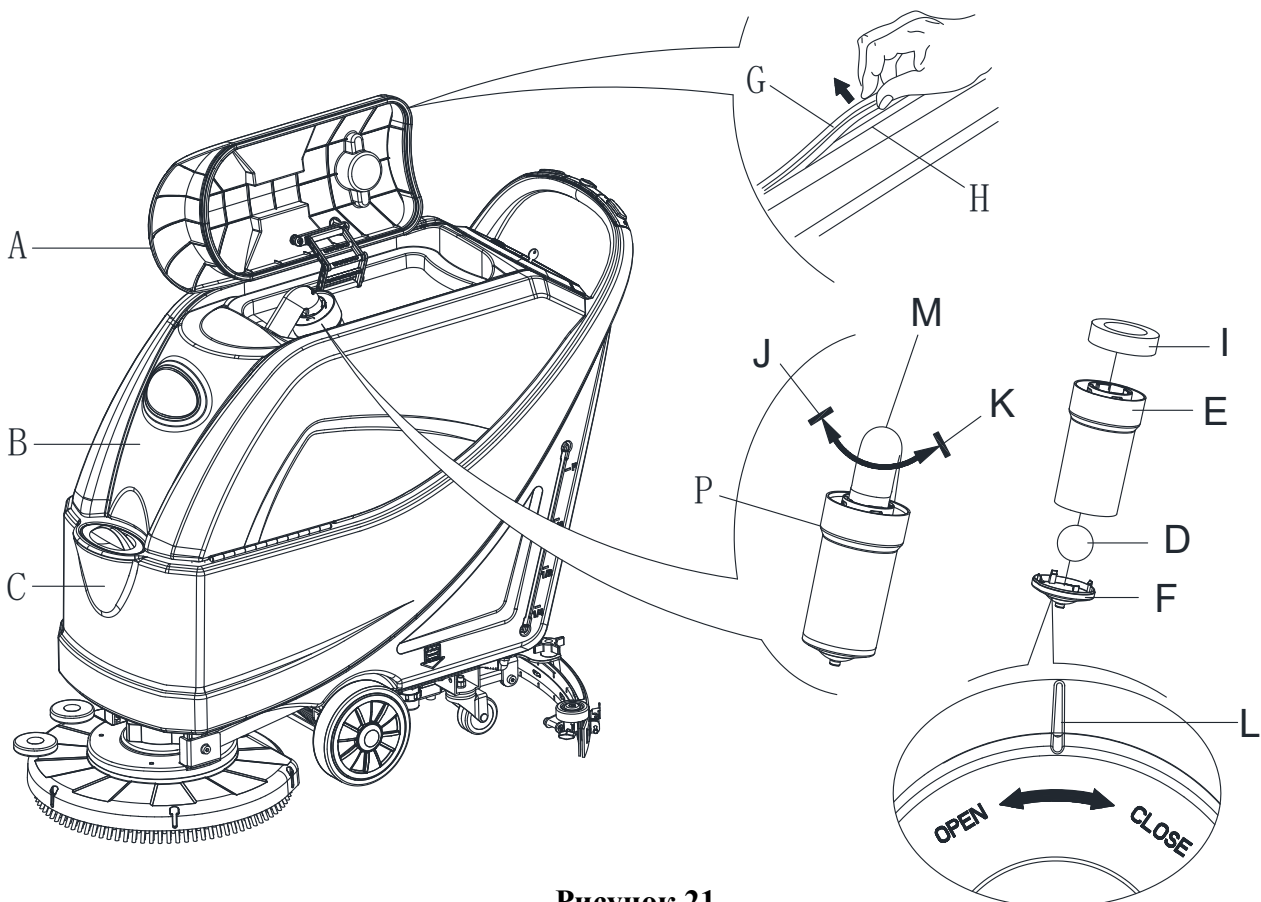

Рисунок 21
2. Убедитесь, что машина выключена и ключ зажигания (54) был извлечен.
3. Поверните крышку бака утилизации (А, рисунок 21) в положение на 90 градусов, где она может быть вынута из бака, а затем выньте поплавковый фильтр (Р) из бака.
5. При необходимости, следуйте символам "ОТКРЫТЬ" и "ЗАКРЫТЬ", как показано на (Рисунок 21), чтобы открыть нижнюю крышку (F) поплавкового фильтра, а затем очистите поплавок (D), рамку-держатель фильтра (E) и губку фильтра (I). После очистки, зафиксируйте поплавок (D) в рамке-держателе фильтра (E), а затем совместите метку паза (L) нижней крышки (F) поплавкового фильтра с меткой паза (L) рамки-держателя поплавкового фильтра (E). Закрутите плотно нижнюю крышку поплавкового фильтра, и закрепите губку фильтра (I) в рамке-держателе поплавкового фильтра (E). Наконец, подключите его к всасывающему шлангу сточных вод (M).
7. Проверьте контактную поверхность уплотнительной ленты (G) на целостность и достаточную герметизацию. При необходимости, выньте уплотнительную ленту бака из паза (H) и замените ее. Установите новую уплотнительную ленту, как показано на (Рисунок 21), соединение должно вернуться в средней зоне.